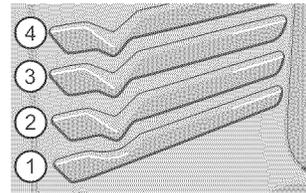

Figure 13 : Positions des grilles
- Lorsque vous utilisez deux grilles pour la cuisson de gâteaux, placez ces dernières aux positions 1 et 3 (Voir Figure 13).